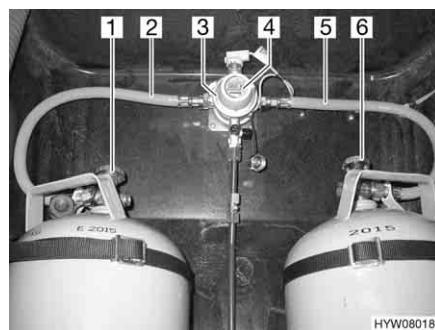
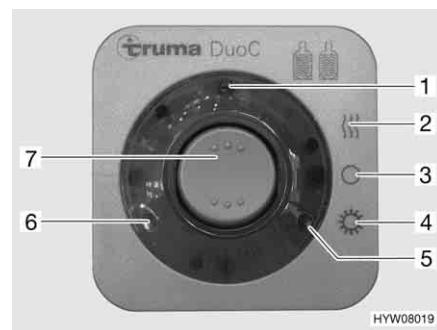

Fig. 76 Impianto di commutazione DuoControl
Fig. 77 Centralina di controllo
L'impianto di commutazione DuoControl è costituito da una valvola di commutazione (Fig. 76,3) e da una centralina di controllo (Fig. 77). La valvola di commutazione è installata tra i tubi del gas (Fig. 76,2 e 5). Con la manopola (Fig. 76,4) sulla valvola di commutazione è possibile stabilire, quale delle bombole del gas viene utilizzata come bombola in uso e quale bombola del gas viene utilizzata come bombola di riserva.
Sulla centralina di controllo (Fig. 77) possono venire azionate solo le funzioni elettriche. Le valvole principali di arresto delle bombole del gas (Fig. 76,1 e 6) devono essere aperti manualmente.
La valvola di commutazione garantisce una pressione del gas costante, indipendentemente da quale bombola provenga l'alimentazione del gas. Le due spie di controllo sulla centralina di controllo indicano il livello di riempimento della bombola in uso. Se è accesa la spia di controllo verde (Fig. 77,6), la bombola in uso è piena. Se è accesa la spia di controllo rossa (Fig. 77,5), la bombola in uso è vuota. Il rifornimento di gas avviene poi tramite la bombola di riserva.
- Aprire le valvole principali di arresto delle bombole del gas (Fig. 76,1 e 6).
- Con la manopola (Fig. 76,4) sulla valvola di commutazione (Fig. 76,3) selezionare la bombola del gas, da cui proviene la principale alimentazione del gas (bombola in uso). Girare la manopola fino all'arresto.
- Sulla centralina di controllo (Fig. 77) attivare l'impianto di commutazione DuoControl. Posizionare l'interruttore a bilico (Fig. 77,7) su funzionamento invernale "On e riscaldamento" (Fig. 77,2) oppure su funzionamento estivo "On" (Fig. 77,4). La valvola di commutazione è ora disareata. La spia di controllo gialla (Fig. 77,1) è accesa, se si seleziona la modalità di funzionamento invernale e l'impianto antighiaccio con regolatore è attivato.
- Portare l'interruttore a bilico (Fig. 77,7) in posizione "O" (Fig. 77,3). La spia gialla di controllo (Fig. 77,1) si spegne.
- Chiudere le valvole principali di arresto delle bombole del gas (Fig. 76,1 e 6).
Le spie di controllo sulla centralina di controllo (Fig. 77,5 e 6) segnalano all'interno del veicolo, se la bombola in uso è pronta al funzionamento.
Se la spia di controllo verde (Fig. 77,6) si spegne durante il funzionamento e la spia di controllo rossa (Fig. 77,5) si accende, significa che la bombola del gas selezionata come bombola in uso è vuota e deve essere sostituita. La bombola di riserva continua ad alimentare le utenze a gas.